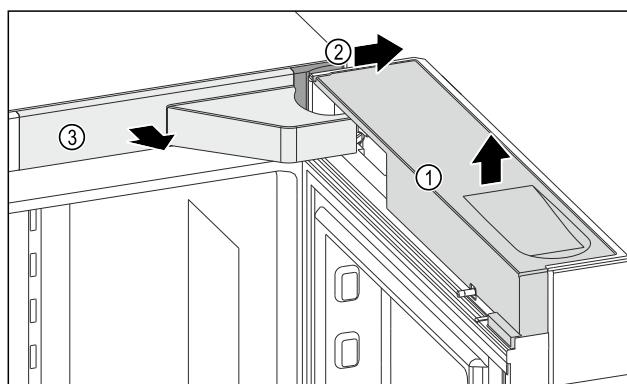

Fig. 10
- Abdeckung Fig. 10 (1) abnehmen.
- Abdeckung Fig. 10 (2) abnehmen.
- Abdeckung Fig. 10 (3) abnehmen.